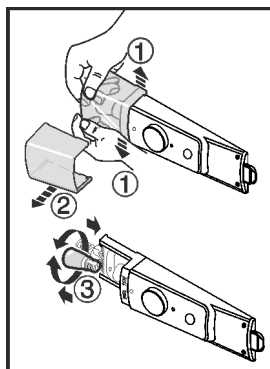

Fig. 11
- Lampenabdeckung nach Abbildung, innen, im vorderen Bereich auseinanderdrücken Fig. 11 (1) und zur Seite abziehen Fig. 11 (2).
- Die Lampe auswechseln. Fig. 11 (3)